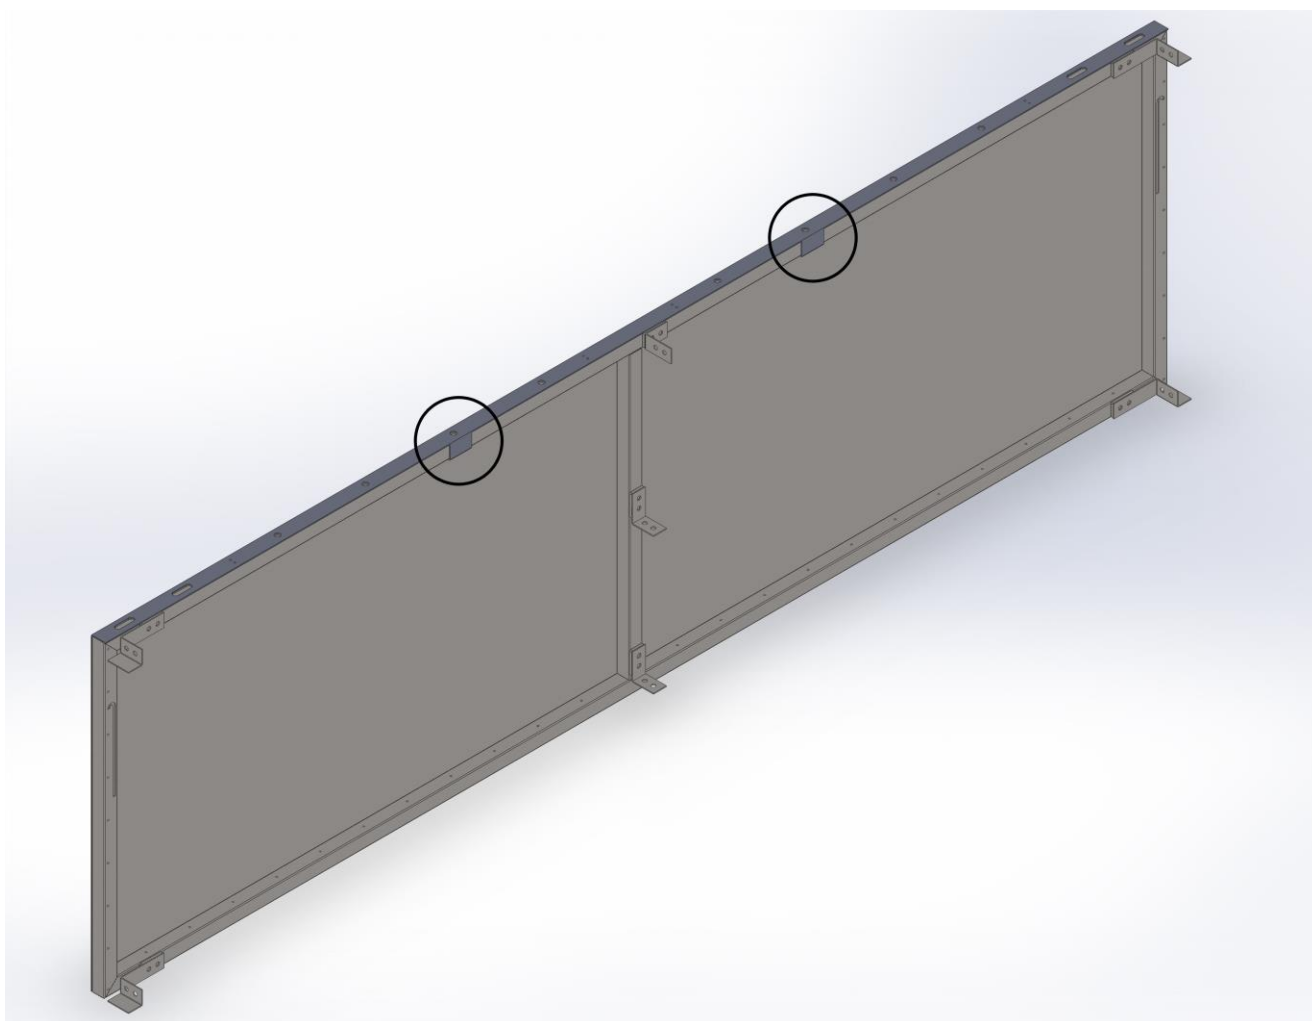

Рисунок 13
2.13 Установите боковые рамы на кронштейны, подвесив их за выступающие части (крюки) кронштейна (см. рисунок 13).